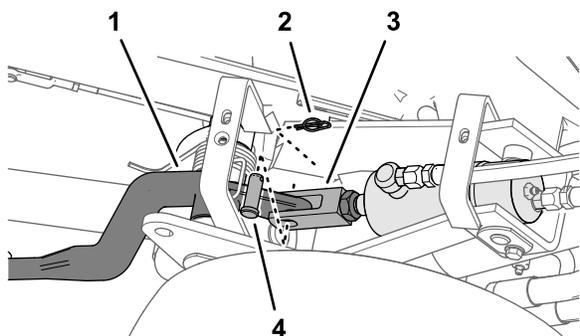
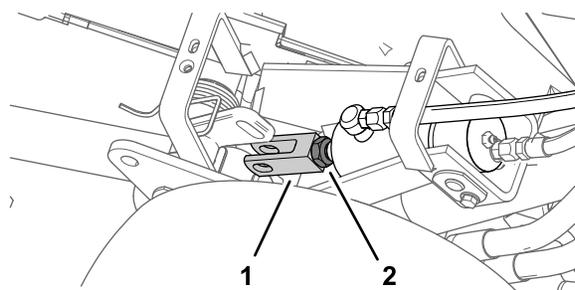

図 52
図 53
- 調整する昇降シリンダのクレビスフィッティングを固定しているジャムナットをゆるめる 図 52。
- リテーナピンとクレビスピンを抜き取る 図 52。
- クレビスを回して適当な高さにする 図 53。
- クレビスフィッティングを昇降アームに組み付けてクレビスピンとリテーナピンで固定し、ジャムナットを締め付ける 図 52と図 53。